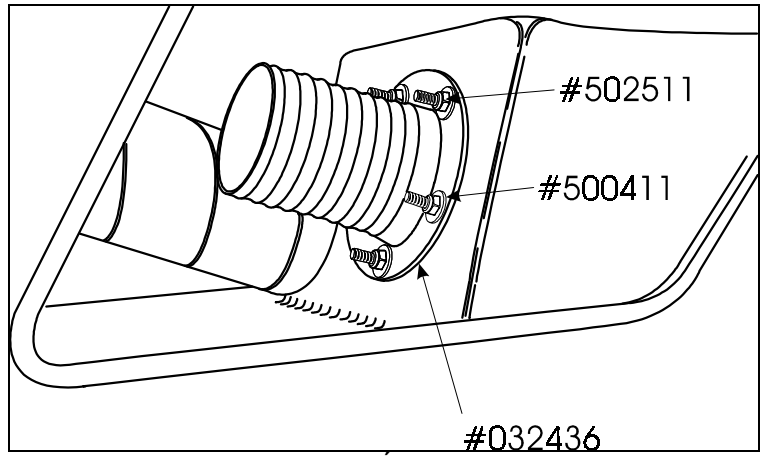

FIGURE 6 : VUE DU RACCORD DU RÉSERVOIR PAR LE PANNEAU D'ACCÈS DU COMPARTIMENT À BAGAGES
14. Fixer le clapet avec la bride #032436 (figure 6).